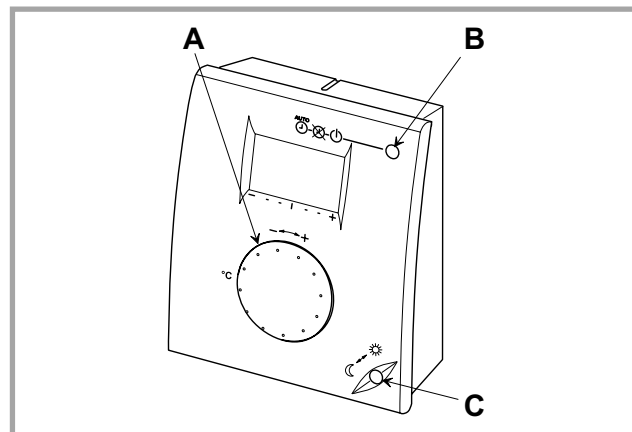

Fig. 39 - Sonde d'ambiance
- Si la correction est inférieure à 3 °C, agir soit sur le bouton de correction (A, fig. 39) de la sonde d'ambiance, soit sur la valeur de consigne normale du régulateur (rep. 6 et 12, fig. 38).